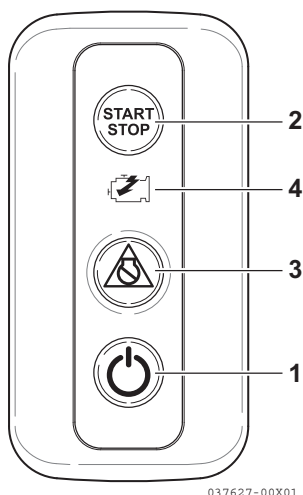

Figure 8
4. Appuyez sur l'interrupteur d'alimentation du panneau de commande de la station sélectionnée (**Figure 8, (1)**).
9. Appuyez sur l'interrupteur **MARCHE/ARRÊT** du moteur (**Figure 8, (2)**) et allumez le démarreur.